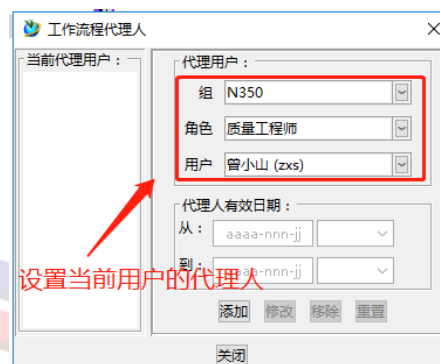
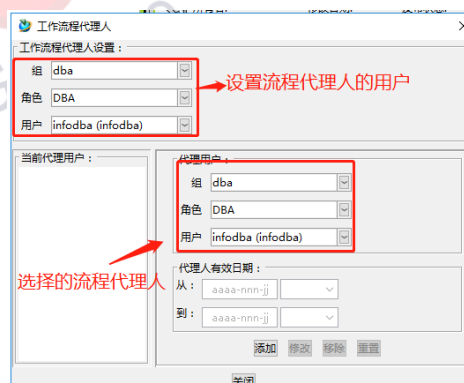

图 1
图 2
1.使用非 dba 用户设置代理人时只能设置当前用户的代理人，如图 1 所示。使用 dba 用户设置代理人可以设置任意用户的代理人，如图 2 所示，用户为必选项否则会提示不是有效的代理人。